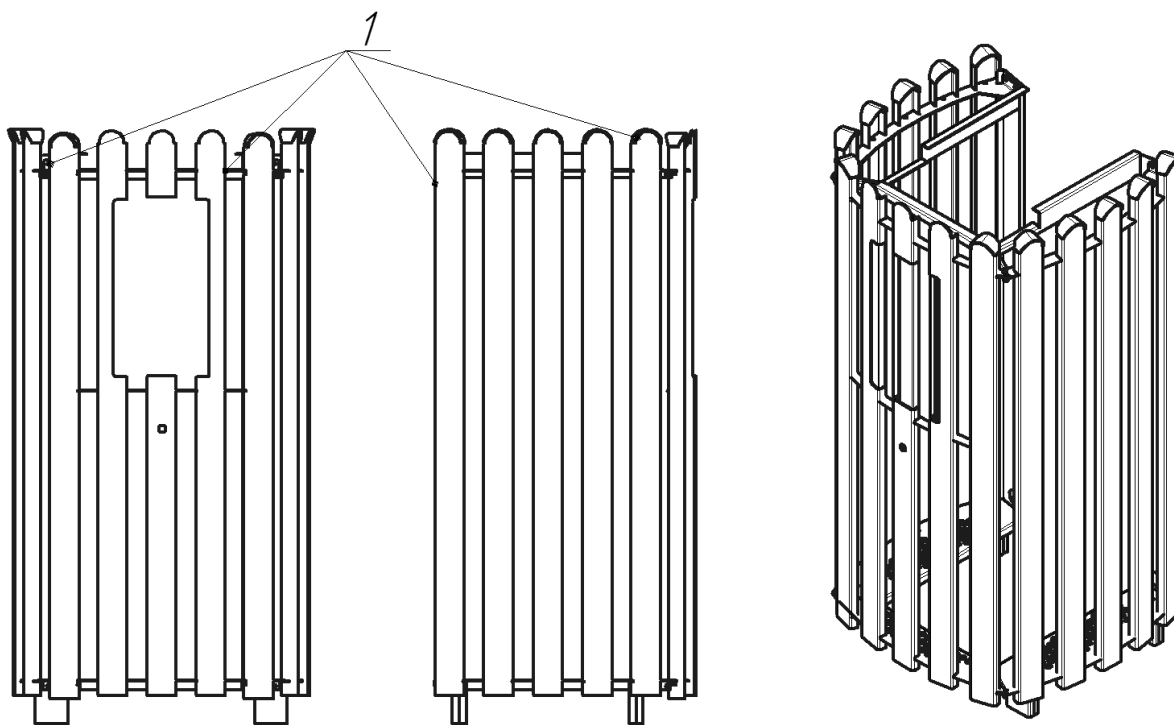

Рис. 5 Устройство декоративно-защитного ограждения печи «Суббота Стандарт»
- Для печи Суббота Стандарт – решетчатая конструкция из стали с окраской жаростойкой эмалью черного цвета поз.1 рис.5. Пространство между ограждением и топочным агрегатом заполняется колотым камнем. Система подачи холодной и горячей воды в парильное помещение в данной комплектации не предусмотрена.